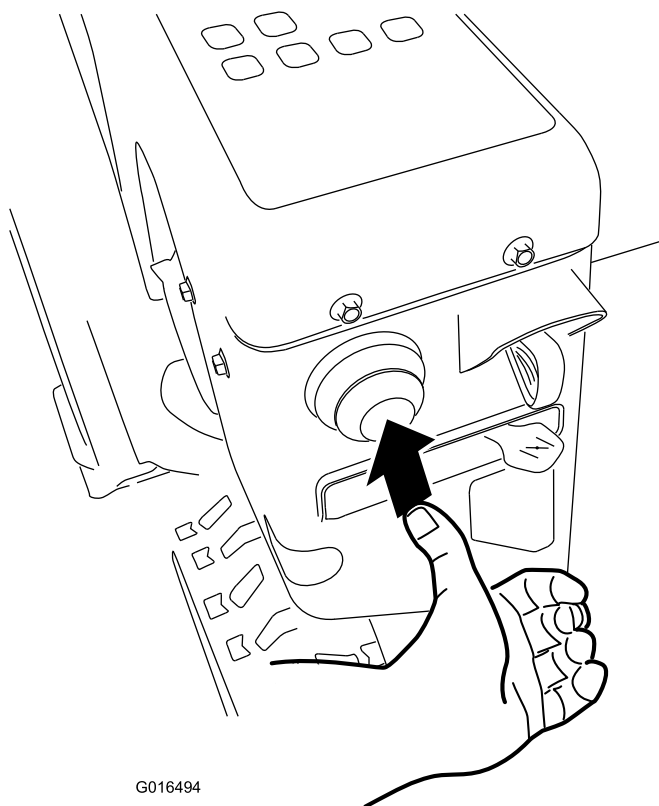

Figure 29
4. Appuyez fermement à 3 reprises sur l'amorceur avec le pouce, en marquant une pause d'une seconde chaque fois (Figure 29).